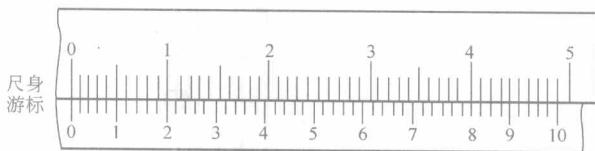

图 2-3 1/50mm 游标卡尺刻线原理
1) 1/50 (0.02)mm 游标卡尺，尺身每小格为 1mm，游标上把 49mm 分成 50 格，当两量爪合并时，游标上 50 格刚好与尺身的 49mm 对正，如图 2-3 所示。因此，游标上每小格为  $49\text{mm}/50 = 0.98\text{mm}$ ，尺身与游标每格之差为  $1\text{mm} - 0.98\text{mm} = 0.02\text{mm}$ ，这就是 1/50mm 游标卡尺的读数值。